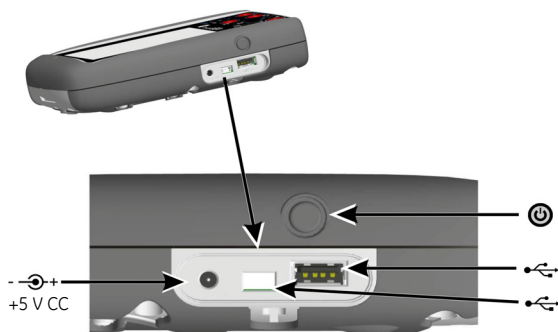

Fig. 2 Vue latérale
1. Raccordez le bloc d'alimentation CC/chargeur de batterie au point de connexion $+5V_{CC}$ sur le côté de l'appareil (voir Fig. 2 Vue latérale).
2. La batterie peut aussi être rechargée à l'aide des connexions USB (voir Fig. 2 Vue latérale).
A partir de la position OFF – appuyez sur le bouton d'alimentation (voir Fig. 2, Vue latérale) jusqu'à ce que le tableau de bord soit affiché.